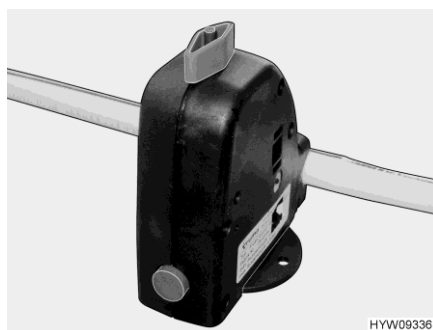

Fig. 102 Valve de sécurité et de vidange
- Ouvrir la valve de sécurité et de vidange (Fig. 102). Tourner le bouton rotatif (Fig. 102) dans le sens longitudinal par rapport à la valve de sécurité et de vidange. Emplacement voir paragraphe 10.2.2.